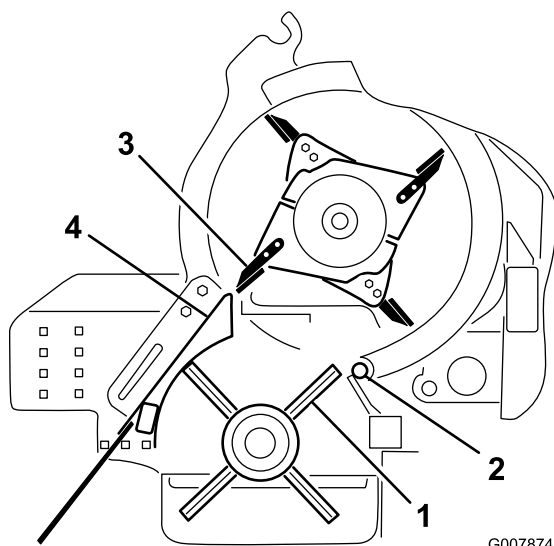

図 61
4. ブラシ・プーリを回して、ブラシの列を回転コーナーに整列させる（図 61）。
5. チョッパーを回して、ブレードの刃先をブラシ・ハウジングの外側にそろえる (図 61)。